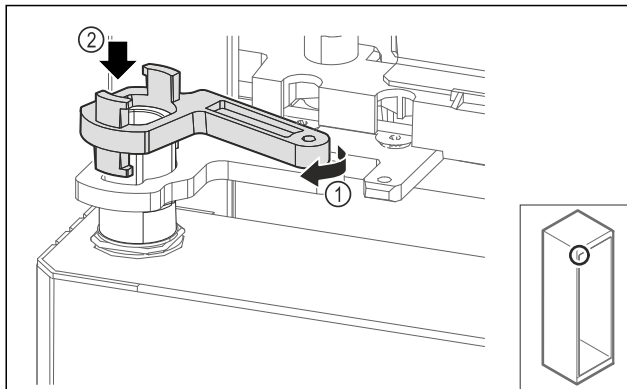

Fig. 70
- Drej lejebukslåsen en smule, Fig. 70 (1) og sæt den på muffen Fig. 70 (2).